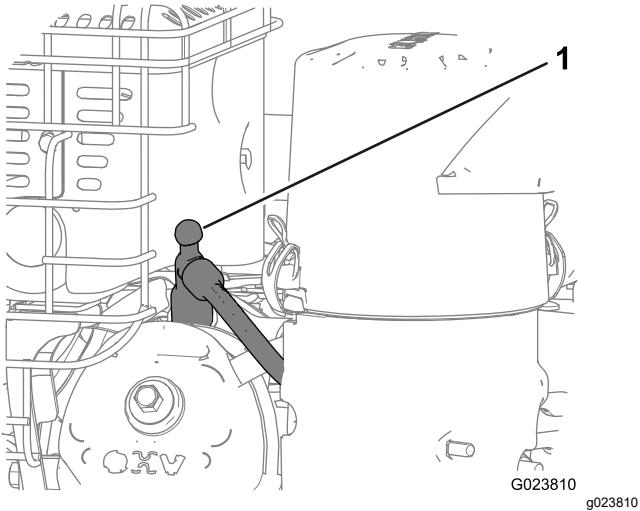

Figura 22
3. Scollegate il cappellotto dalla candela e tenetelo a distanza dalla candela stessa per evitare un avviamento accidentale (Figura 22).